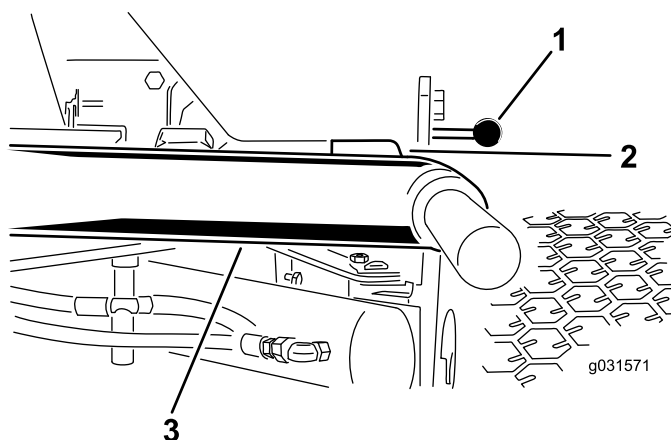

図 10
1. エンジンを開始し、昇降アームを上昇させて、各昇降アームとフロアプレートブラケットとの距離が、図 10のように 5-8 mm になっていることを確認する。